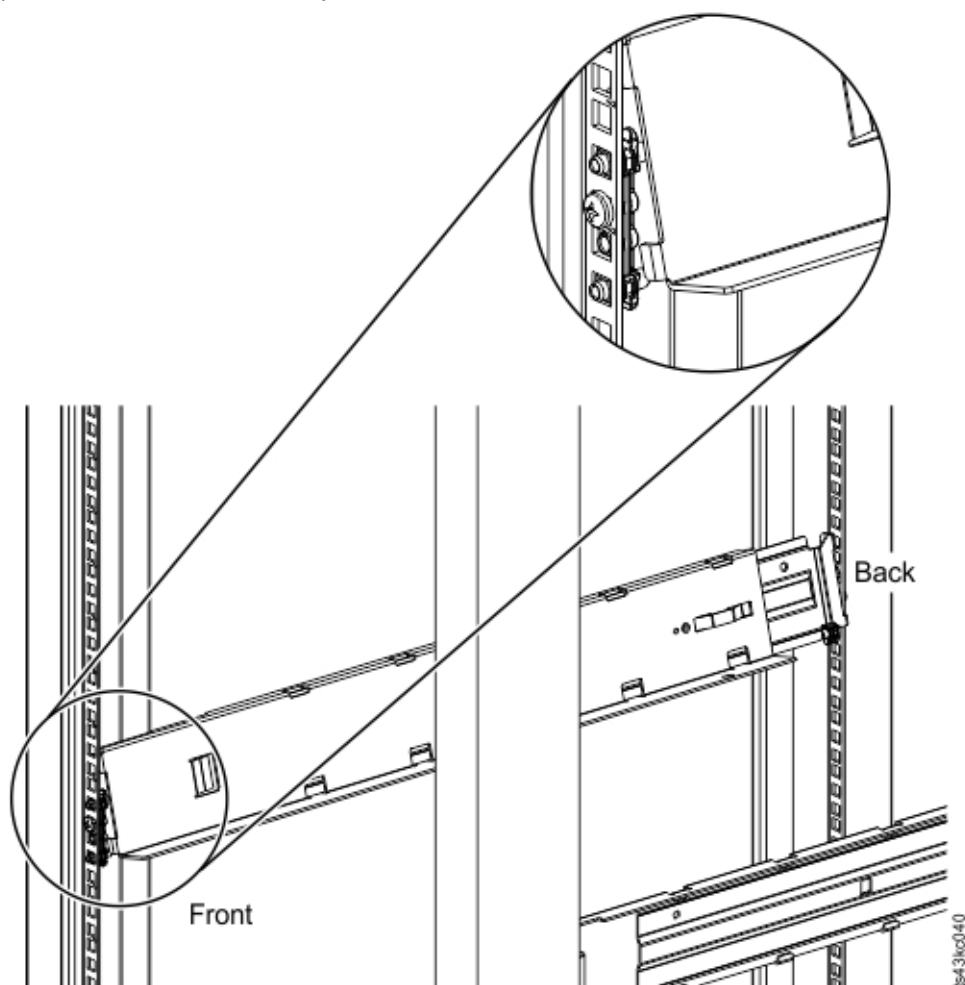

Figura 39. Montaje de los rieles en los conectores
- d. Monte el riel de montaje de bastidor LH en los conectores. Consulte Figura 39 en la página 61.